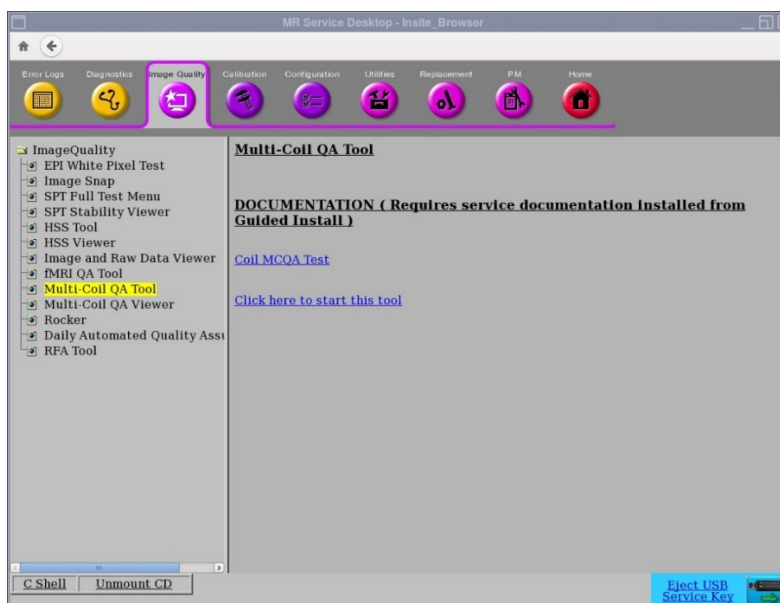

Fig. 1
- De pe Common Service Desktop (CSD) (Desktop servicii comune), mergeți la Service Browser (Browser de service) și selectați [Image Quality] (Calitatea imaginii) “Multi-Coil QA Tool” (Instrument de control al calității pentru bobine multiple) și apoi “Click here to start this tool” (Faceți clic aici pentru a porni acest instrument) ca în Fig. 1.